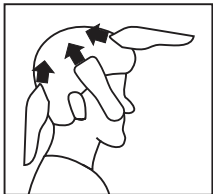

Figura 7
- Usando o pente de 6 mm, cortar a partir da nuca até o alto da cabeça. Manter o pente contra a cabeça e lentamente mover o aparelho através dos cabelos (Figura 7).
- Usar a mesma técnica cortando de baixo para cima nas laterais da cabeça (Figura 7).